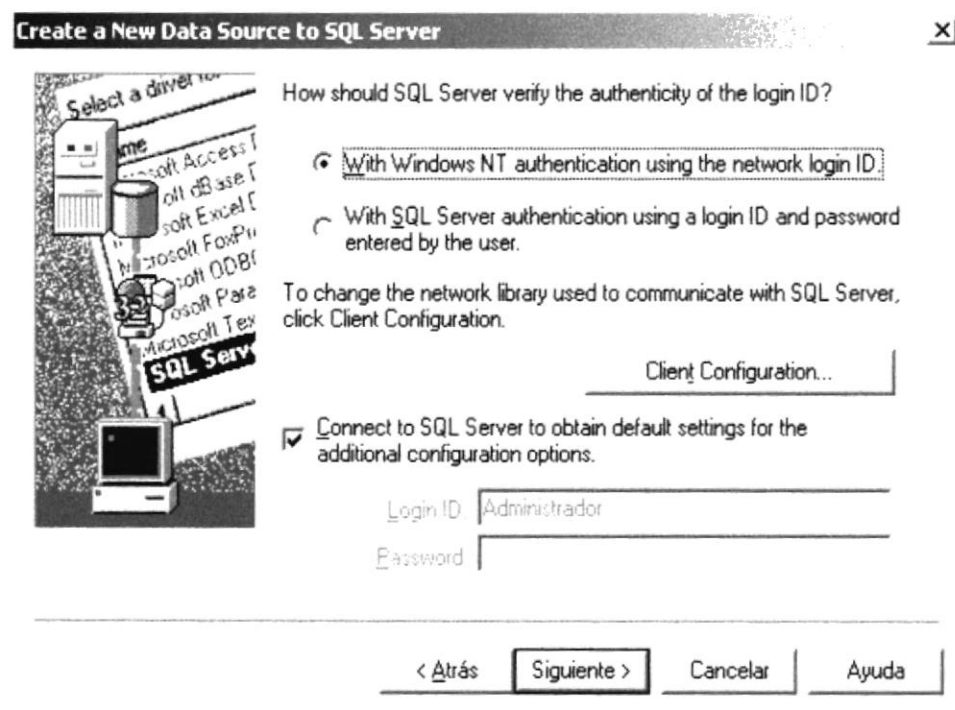

Figura 2.4 Inicio de Sesión ODBC
6. Hacer clic en siguiente y verificar que los datos estén seleccionados como muestra la Figura 2.4